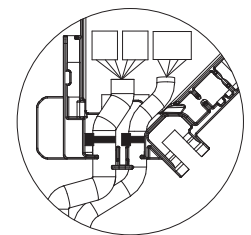

Fig. 10-15
- Compruebe que la abrazadera que sujeta los cables de enlace del sensor i-See y del receptor de señales esté colocado en el interior de la caja de conexión. (Fig. 10-15)